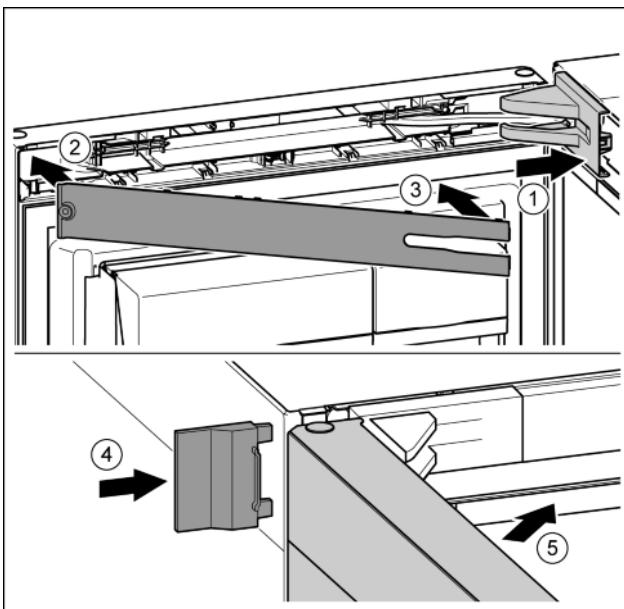

Fig. 27
- Крышку опорного кронштейна установить и зафиксировать, при необходимости, осторожно разжать. Fig. 27 (1)
- Установить накладку. Fig. 27 (2)
- Наклонить и защелкнуть накладку. Fig. 27 (3)
- Надвинуть внешнюю крышку. Fig. 27 (4)
- Закрыть верхнюю дверь. Fig. 27 (5)